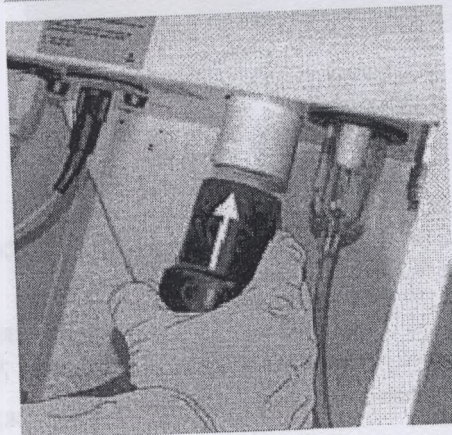
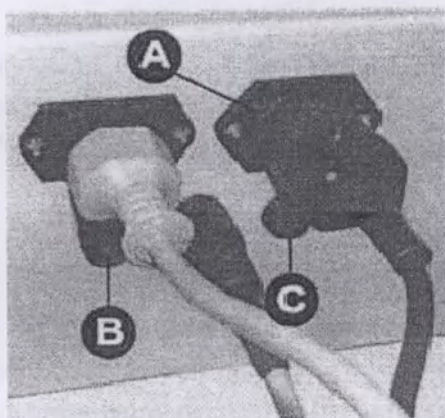

Рис. 12
Рис. 13
3. Вставьте отсасывающий шланг на отсасывающую трубку на задней панели аппарата (рис. 12). При использовании устройства отсоса для одного рабочего места соедините сетевой кабель вытяжки через имеющийся в поставке кабель-адаптер со штекерным гнездом на задней панели аппарата (рис. 13-А). Устройство отсоса устанавливается с помощью основного выключателя на длительный режим работы.